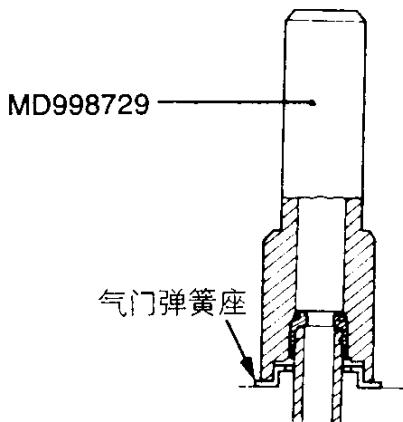

图 2-68 安装气门弹簧座
(1) 安装气门杆密封件时, 如图 2-68 所示, 先安装气门弹簧座。再用专用工具将新